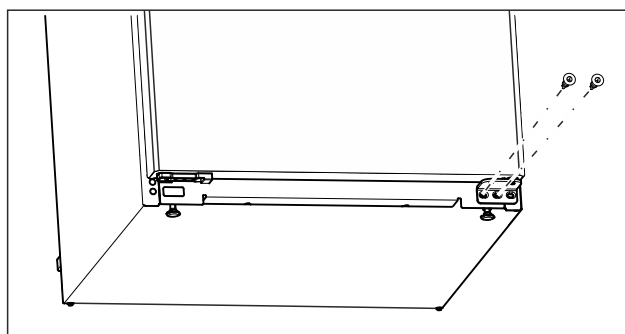

Fig. 14
- ▶ Desatornillar el tornillo central en el soporte del cojinete inferior con un destornillador Torx 20. (consulte Fig. 14)
- ▶ Desatornillar el tornillo interior en el soporte del cojinete inferior con un destornillador Torx 20. (consulte Fig. 14)